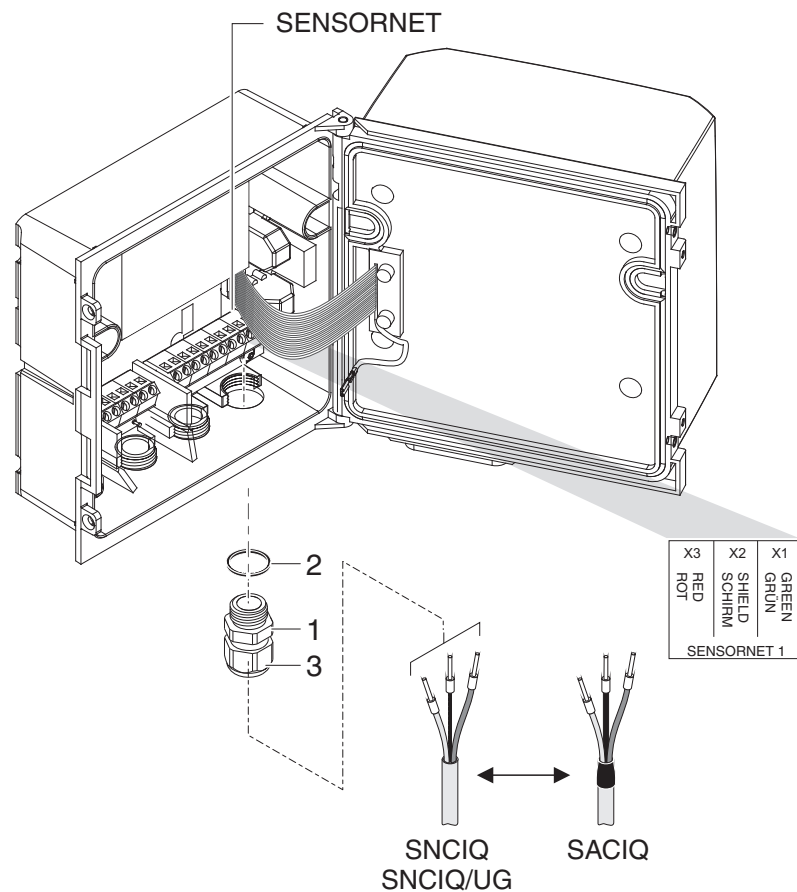

Bild 3-3 Kabel anschließen (Beispiel DIQ/S 28X-CR3)
- 2 An der Position für den Anschluss SENSORNET (siehe Klebeschild im Gehäuseboden) die Kabelverschraubung (Nr. 029 212, Pos. 1 in Bild 3-3) mit der Dichtung (Pos. 2) in das Gehäuse einschrauben.
- 3 Die Überwurfmutter (Pos. 3 in Bild 3-3) lockern.
- 6 Die Überwurfmutter (Pos. 3 in Bild 3-3) festziehen.